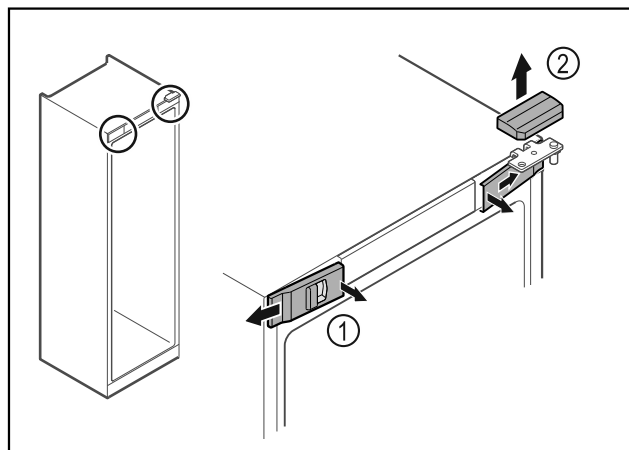

Fig. 7 *
- Desencajar las cubiertas delanteras Fig. 7 (1) del interior y dejarlas a un lado.*
- Retirar hacia arriba la cubierta superior Fig. 7 (2)*